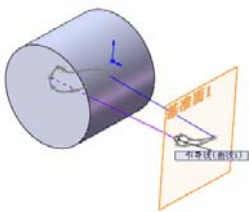

图 6-49 第一条放样引导线
④ 创建曲线。
2) 在[通过参考点的曲线]属性管理器中单击[通过点]栏下的显示框, 然后在图形区域按照要生成曲线的次序来选择通过的模型点, 如图 6-49 所示。